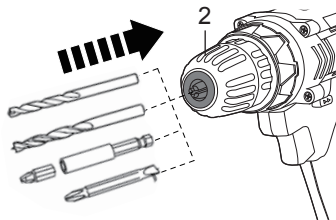

Fig. 2
- > Introduisez entièrement la mèche de perçage jusqu'à la butée (fig. 2). En cas d'utilisation d'une mèche de perçage de 25 mm, introduisez-la dans la douille d'un porte-embout.